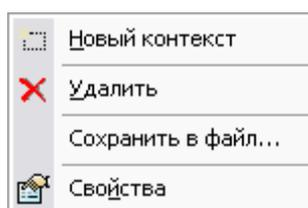

Рис. 95
Работа с контекстами ведется посредством контекстного меню, вызываемого нажатием правой кнопки мыши на контекст в окне контекстов (Рис. 95).
1. Выберите пункт меню **Новый контекст** (Рис. 95).
С контекстами можно прделывать следующие операции (Рис. 95):